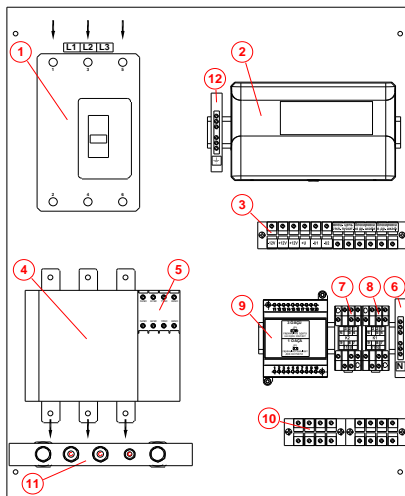

Рис. 3. Внешний вид монтажной панели исполнения ШУЭ-55-ХРА6
- сетевого автоматического выключателя типа ВА-47-19 или аналогичного (1) (см. рисунки 2,3);
- модуля неадресных шлейфов МШ4-4 (2);
- пускателя электромагнитного серии ПМЛ или аналогичного (4);
- приставки к пускателю (5);
- клеммной колодки (6), объединяющей нейтраль (N) внутри ШУЭ;
- модуля контроля фаз (9);
- шины подключения нейтрали внешней нагрузки ШУЭ-55-ХРА6 (11) (см. рисунок 3);
- шины заземления (12);
Примечание: схема подключения ШУЭ-55-ХРА6 аналогична с учетом другого расположения конструктивных элементов (см. рисунок 3)
Для ШУЭ-55-ХРА6 подключить ноль электрической сети переменного тока (N) и нулевой провод внешней нагрузки к шине подключения нейтрали внешней нагрузки (11) (см. рисунок 3).